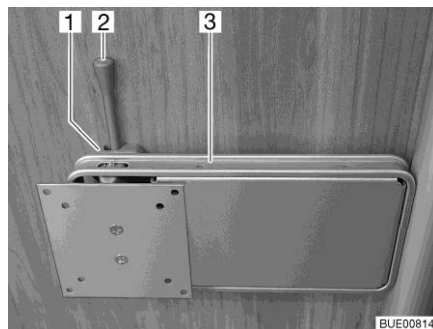

Fig. 91 Supporto su colonna
- Spingere di lato la leva di sbloccaggio (Fig. 91,2) e ruotare il supporto (Fig. 91,3) con lo schermo piatto nella posizione desiderata.
- Riportare indietro lo schermo piatto finché il supporto (Fig. 91,3) non si innesta nel bloccaggio (Fig. 91,1).